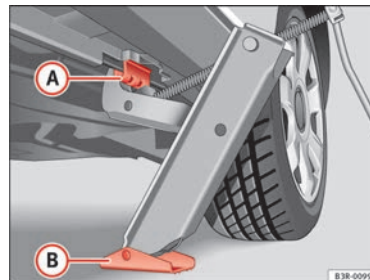

Abb. 198 Radwechsel:
- Richten Sie den Wagenheber so aus, dass seine Klaue in den Steg des Unterholms greift ⇒ Abb. 198 (A) und die bewegliche Grundplatte (B) plan auf dem Boden aufliegt.